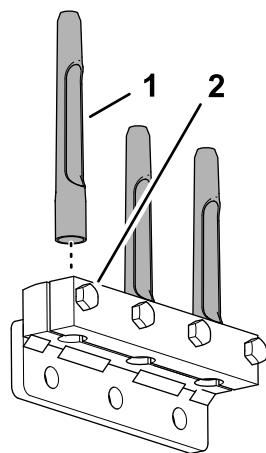

Figura 41
2. Asamblează dinii în suportul pentru dini și în clemă pentru dini (Figura 41).